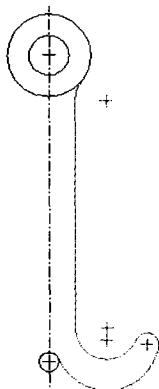
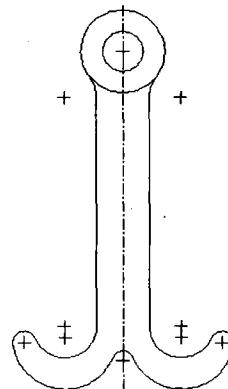

图 1-28 选择图元
图 1-29 镜像图元
(14) 按住<Ctrl>键选择如图 1-28 所示的图元，单击 修剪 按钮，并选择中心线为镜像中心。单击 剪切 按钮修剪多余图元，完成后如图 1-29 所示。